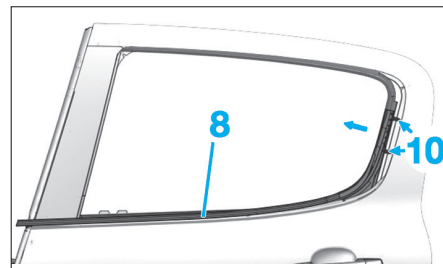

Fig. 120
- Dégrafer le joint lècheur extérieur (8) comme illustré en (10) et en suivant la flèche (Fig.120).